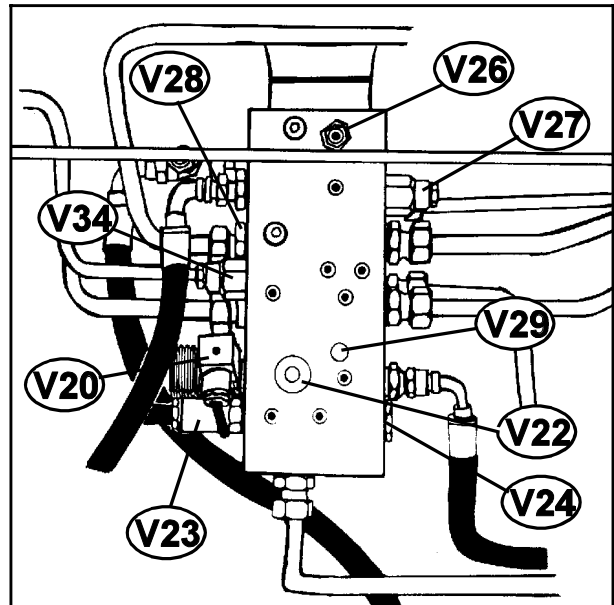

Bild 14-7
14.5 SAMMELBLOCK. (Siehe Abb. 14-7).